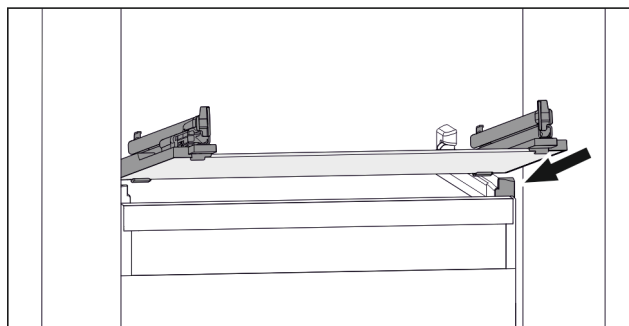

Fig. 156 Příklad znázornění skleněné desky
- ▶ Nasadte skleněnou desku šikmo za zářátky. (viz *Fig. 156*)